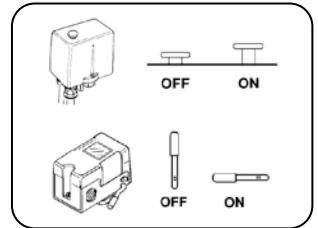

FIGURA 8.3
- Verifique el funcionamiento del presostato (Figura 8.3);